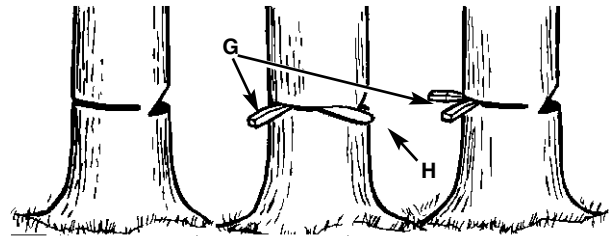

Fig.19
1. Utiliser des cales de bois ou plastique (G) pour empêcher la chaîne ou le guide-chaîne (H) de se coincer dans le trait d'abattage. Les cales contrôlent aussi la chute (Figure 19).